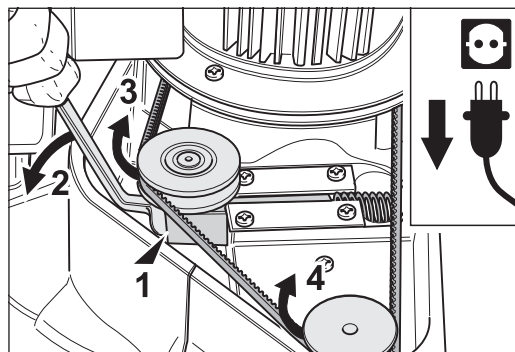

Fig. 49 Pour délester la courroie trapézoïdale, appliquez la clé polygonale contre-coudée sous le galet tendeur et déplacez le tendeur de courroie.
- 11 Détendez la courroie trapézoïdale en déplaçant soigneusement le tendeur de courroie trapézoïdale au moyen de la clé polygonale contre-coudée. La courroie trapézoïdale peut maintenant être enlevée de la poulie de courroie du ventilateur et du tendeur de courroie (fig. 49).